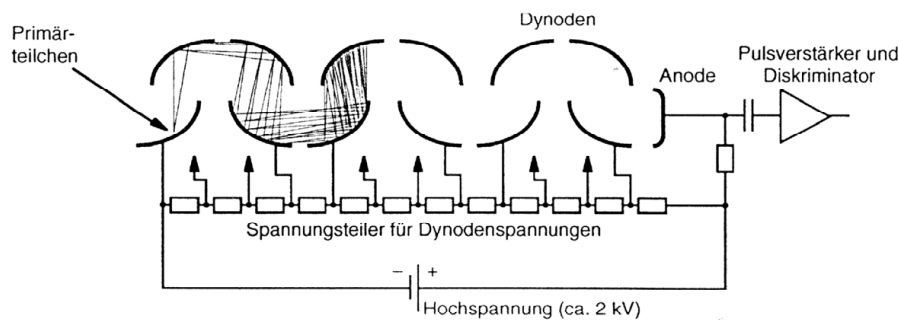

Abbildung 9: Aufbau eines Sekundärelektronenvervielfachers.
Sekundärelektronenvervielfacher (SEM): Dieser wird für Elektronen, Ionen und Photonen genutzt. Seine Elektroden (Dynoden) sind aus Keramik und haben eine hohe Ausbeute an Sekundärelektronen (SE). Das Primärteilchen trifft nun die erste Elektrode, wodurch SE emittiert werden, welche durch eine angelegte Hochspannung ( $\sim 2$  kV) über die Dynoden auf die zweite Dynode beschleunigt werden (siehe Abb. 9).